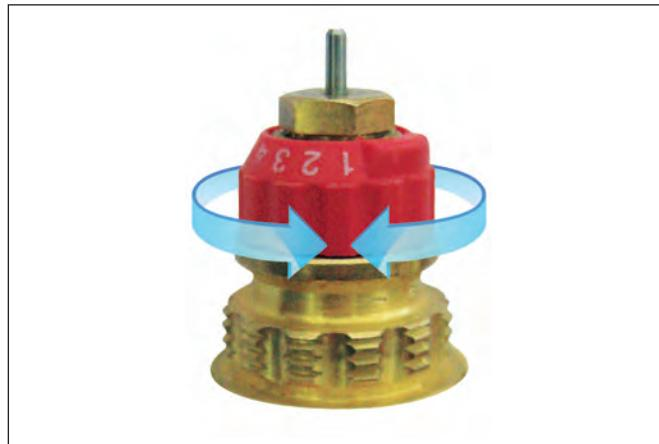

Рис. 18. Монтажная настройка клапана терморегулятора
- повернуть коронку предварительной настройки (могут быть разных цветов: красная, желтая, зеленая и т.д. в зависимости от типа вставки) до совмещения необходимого цифрового индекса на ней с меткой на корпусе клапана (рис. 18). Значение индекса настройки для каждого клапана должно быть отражено в проектной документации;